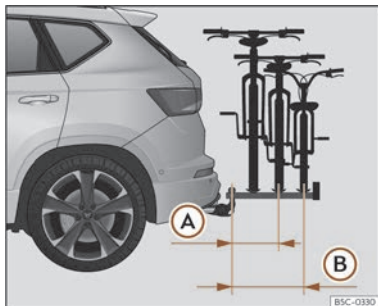

Fig. 178 Schéma de représentation de l'encorbellement maximal de la charge sur un porte-vélo pour deux ou trois vélos.
L'encorbellement maximal ne devra pas dépasser, en cas de porte-vélos pour deux vélos, 500 mm du centre de la boule d'attelage au centre de la voie du dernier support >>> **fig. 178 (A)**. En cas de porte-vélos pour trois vélos, il ne faudra pas dépasser 700 mm >>> **fig. 178 (B)**.